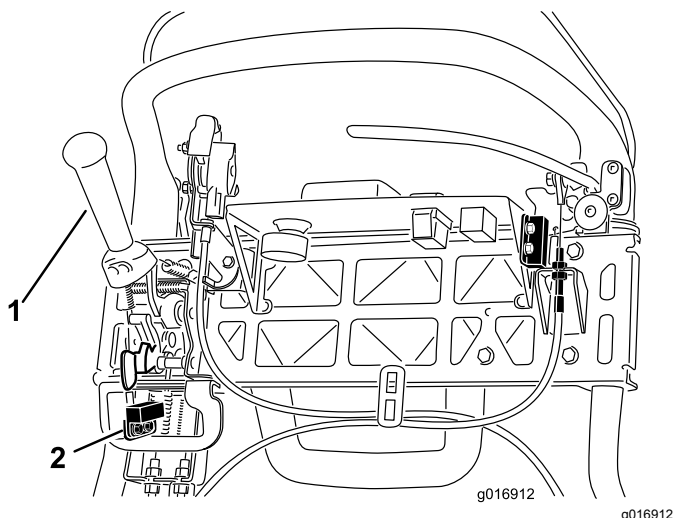

Рисунок 42
4. Ослабьте крепежные детали блокировочного выключателя (Рисунок 42).
5. Поставьте регулировочную прокладку толщиной 1,6 мм между рычагом тяги и блокировочным выключателем (Рисунок 42).